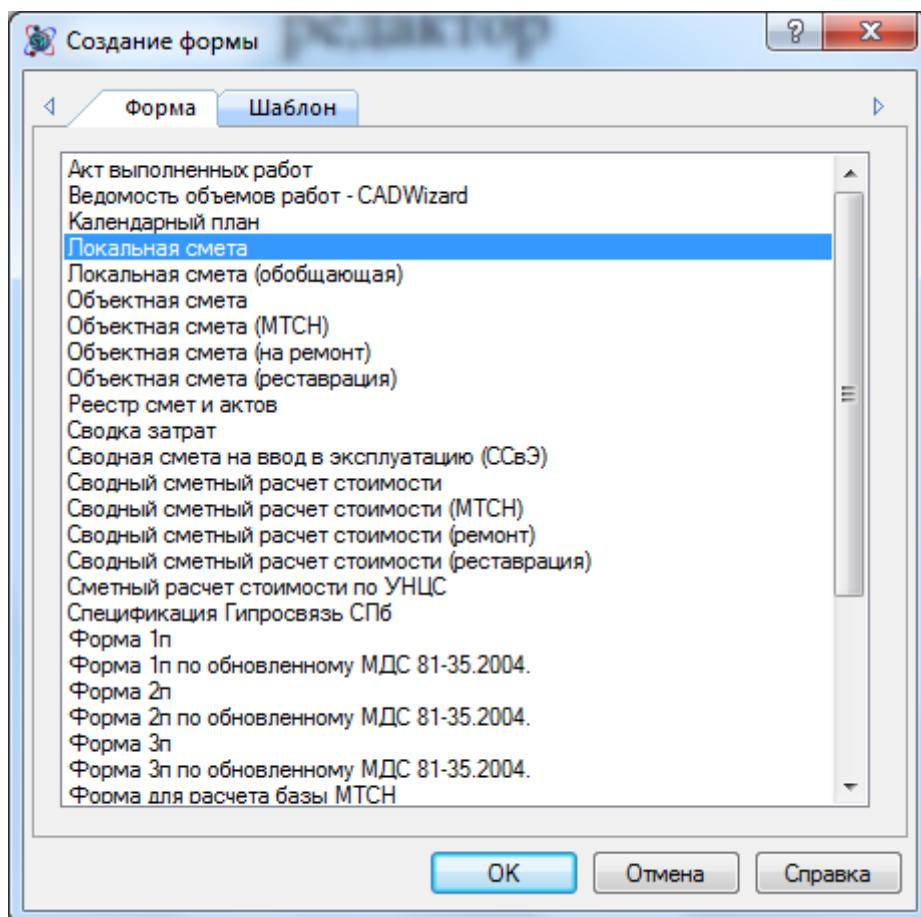

Рис. 3.2 Диалоговое окно *Создание формы*
2. В открывшемся диалоговом окне *Создание формы* (рис. 3.2) выбрать форму локальной сметы и нажать кнопку **OK**.